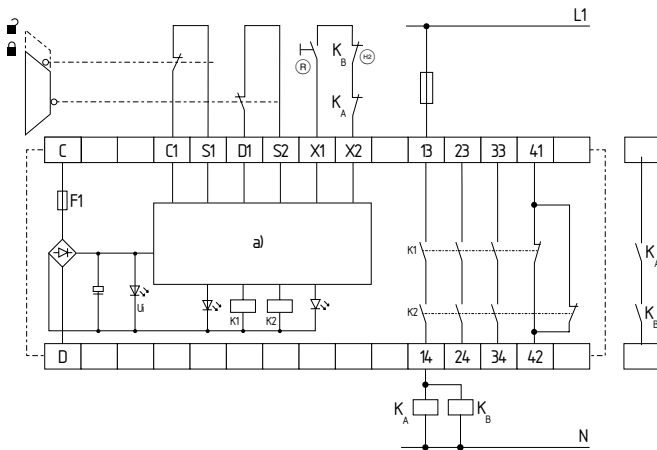

Abb. 2
Zweikanalige Ansteuerung, dargestellt am Beispiel einer Schutztürüberwachung mit zwei Positionsschaltern, davon ein Kontakt zwangsöffnend; mit externem Reset-Taster (R) (siehe Abb. 2)